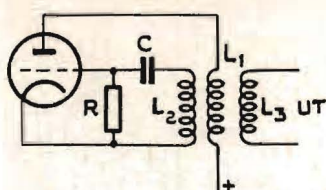
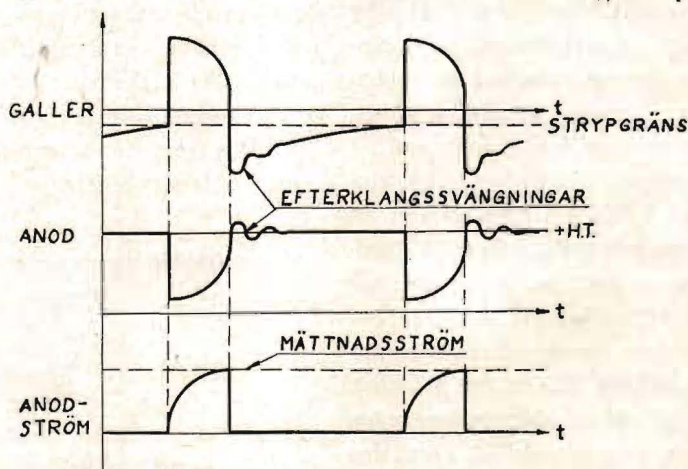

Fig. 16. Självstryppande oscillator utan svängningskrets.
Fig. 17. Anod- och gallerspänningarna samt anodströmmen som funktion av tiden i självstryppande oscillator enligt fig. 16.
b) Den andra självstryppande oscillatoren är även den en induktiv koppling. (Fig. 16). Här förefinnes dock ej någon direkt svängningskrets, varför kontinuerliga svängningar ej kunna uppstå. Vi antaga, att vid tillslagning av anodspänningen rörets galler blir en smula positivt. (Fig. 17) Detta medför en exponentiellt stigande ström genom induktansen L_1 . Då ju spänningen över en induktans är direkt proportionell mot strömökningen per tidsenhet genom densamma, dvs. strömderivatern enligt